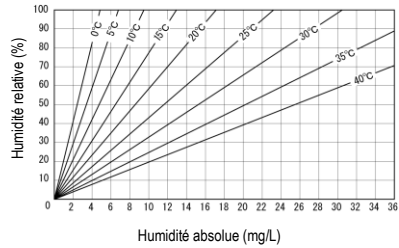

Fig. 2 Humidité Relative en fonction de la masse de vapeur d'eau
9. Pour obtenir l'humidité relative, reportez-vous à la figure 2.